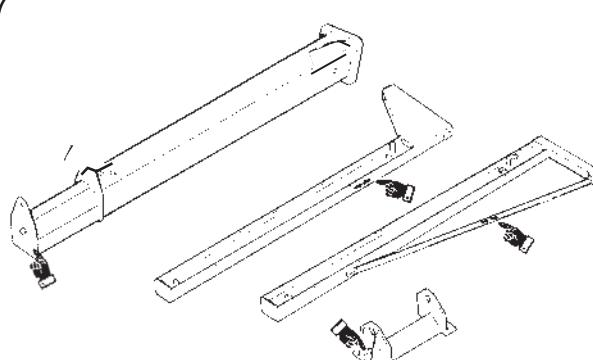

fig.12
- Le parti di carpenteria della gru a bandiera (colonna o mensola e braccio) sono, generalmente, fornite senza imballo; sulle colonne e sulle mensole sono presenti i punti di aggancio per facilitarne la movimentazione durante le operazioni di installazione (fig.12).